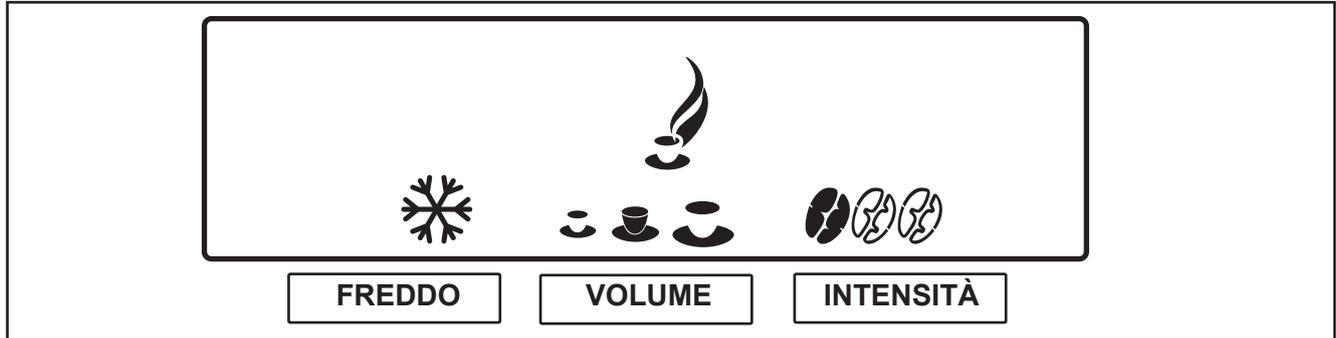

Fig. 16
2. Premere il tasto di preselezione „**INTENSITÀ**“, per attivare questa preselezione. Vengono visualizzati tre simboli dei chicchi (fig. 16).